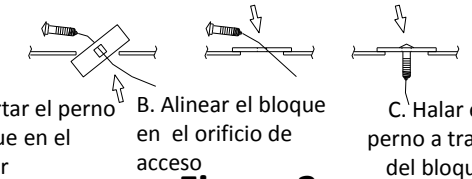

Figura 3
- Insertar los pernos traseros:** Usar el método de inserción a la inversa (Figura 3) para instalar los pernos de carruaje y los bloques en los orificios de unión posteriores, dejar los alambres de insertar unidos.